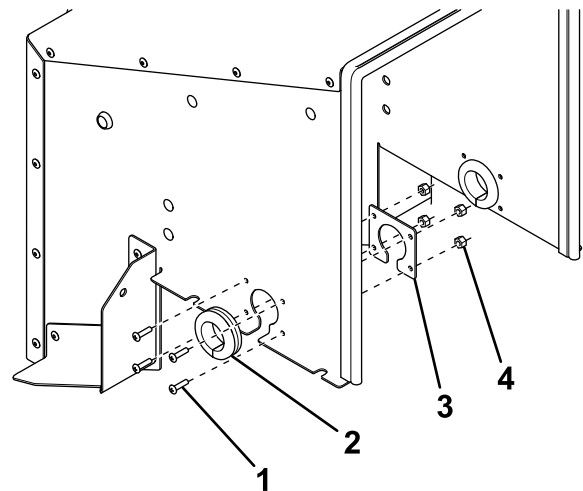

**Bild 13**
1. Entfernen Sie die Abdeckplatte der Gummitülle an der rechten Seite der hinteren Abdeckung (Bild 13).